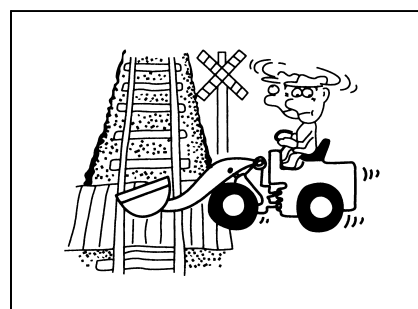

Рис.1-33
- При движении по шоссе или высокоскоростной трассе следует сначала прочитать инструкцию продукции, хорошо знать и соблюдать местные законоположение и правила уличного движения, применить знаки «медное движение», обеспечить правильное применение знаков, предупредительных ламп и предупредительных знаков, должны не вызвать препятствие уличного движения, особенно следует быстро проходить проезд(рис. 1-33).